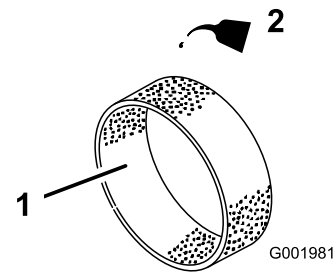

Figura 43
4. Coloque 30 ou 60 ml de óleo no filtro (Figura 43).